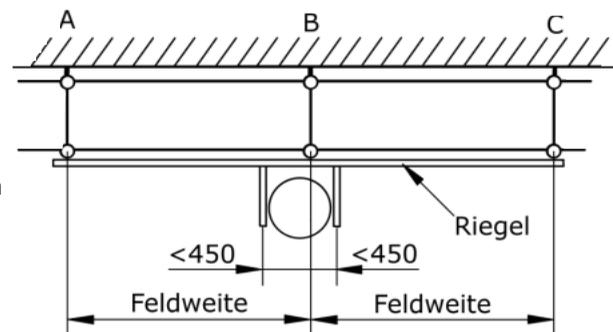

Bild 10
- der Anordnung horizontal symmetrisch zu einem Vertikalrahmenstiel (Bild 10)
Bei Anbringung der Schuttrutsche gemäß Bild 10 symmetrisch zu einem Rahmenstiel (Punkt B) und Gerüstfeldlängen bis 2,50m sind Riegel R aus Gerüstrohr  $\text{Ø}48,3 \times 4,05$  - S235JRH erforderlich. Sie müssen ungestoßen sein und sind mit Normalkupplungen nach EN 74 Prüfzeichen B an den Ständern zu befestigen.